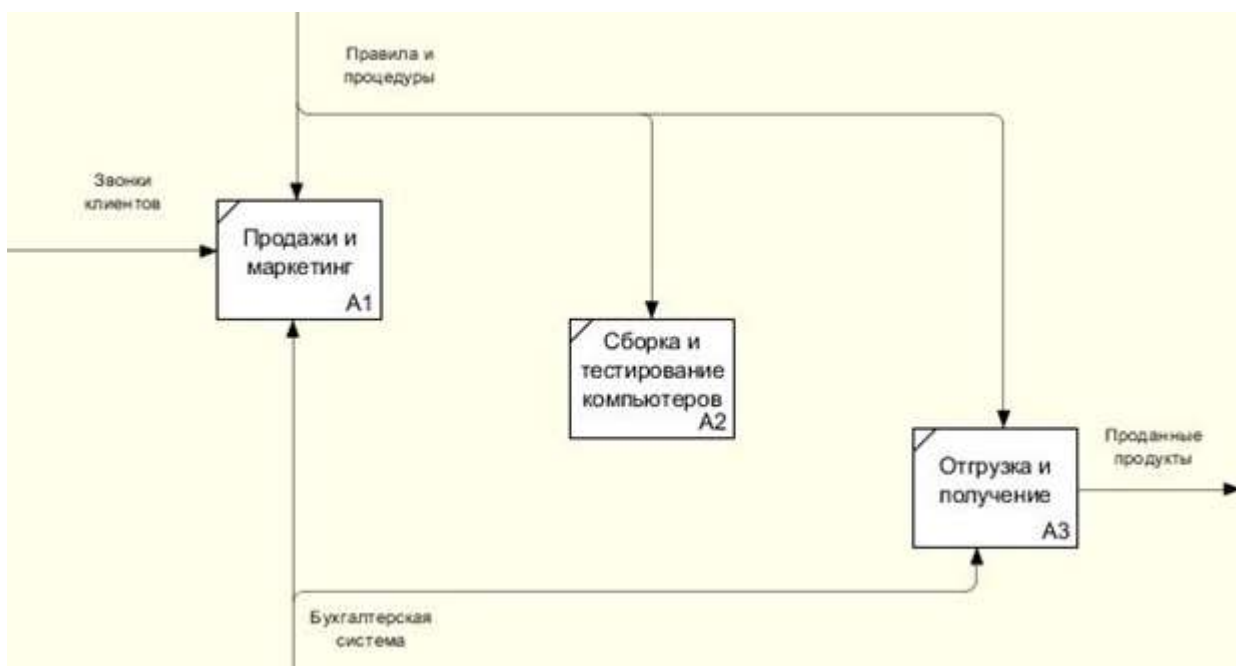

Рис. 4. Связывание граничных стрелок на диаграмме декомпозиции A0
4. Перейдите в режим рисования стрелок. Произведите связывание граничных стрелок с функциональными объектами, как показано на рис. 4. Для связывания граничных стрелок наводите курсор на сами стрелки, а не на границы области построения моделей.